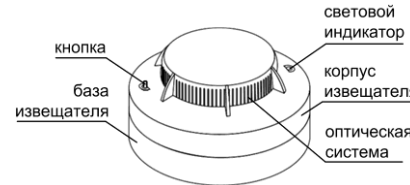

Рис.1 Извещатель. Общий вид
Конструктивно извещатель выполнен в виде съемного корпуса, фиксируемого на базе (рис.1). Корпус извещателя снимается с базы вращением против «часовой стрелки».
2. Нажмите на 3-4 секунды кнопку на корпусе извещателя (рис.1). Извещатель начнёт звуковое оповещение сиреной и включит световую индикацию.